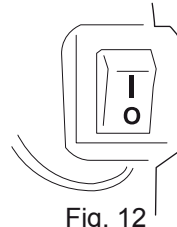

Fig. 12
- > Suelte el gatillo del acelerador (12) y deje que el producto funcione a su velocidad de vacío durante 10 – 15 segundos.
- > Establezca el interruptor de encendido (14) en su posición off “O” (Fig. 12).